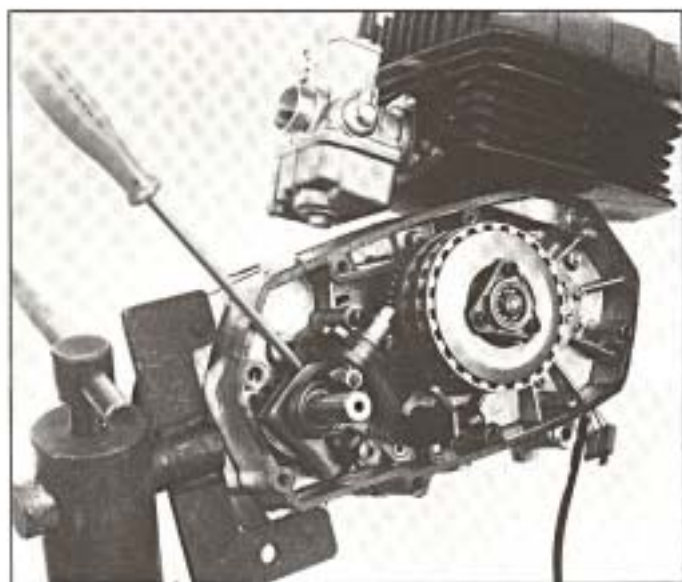

Fig. 35
- Neutraliser l'effet de la plaque cliquet à l'aide d'un tournevis (figure 35).